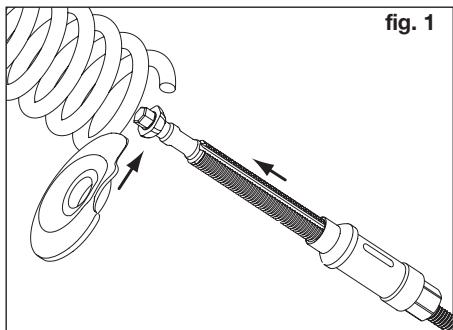

fig. 1
- Onderste spanplaat ⑤ van de zijkant in de veer plaatsen Fig. 1.